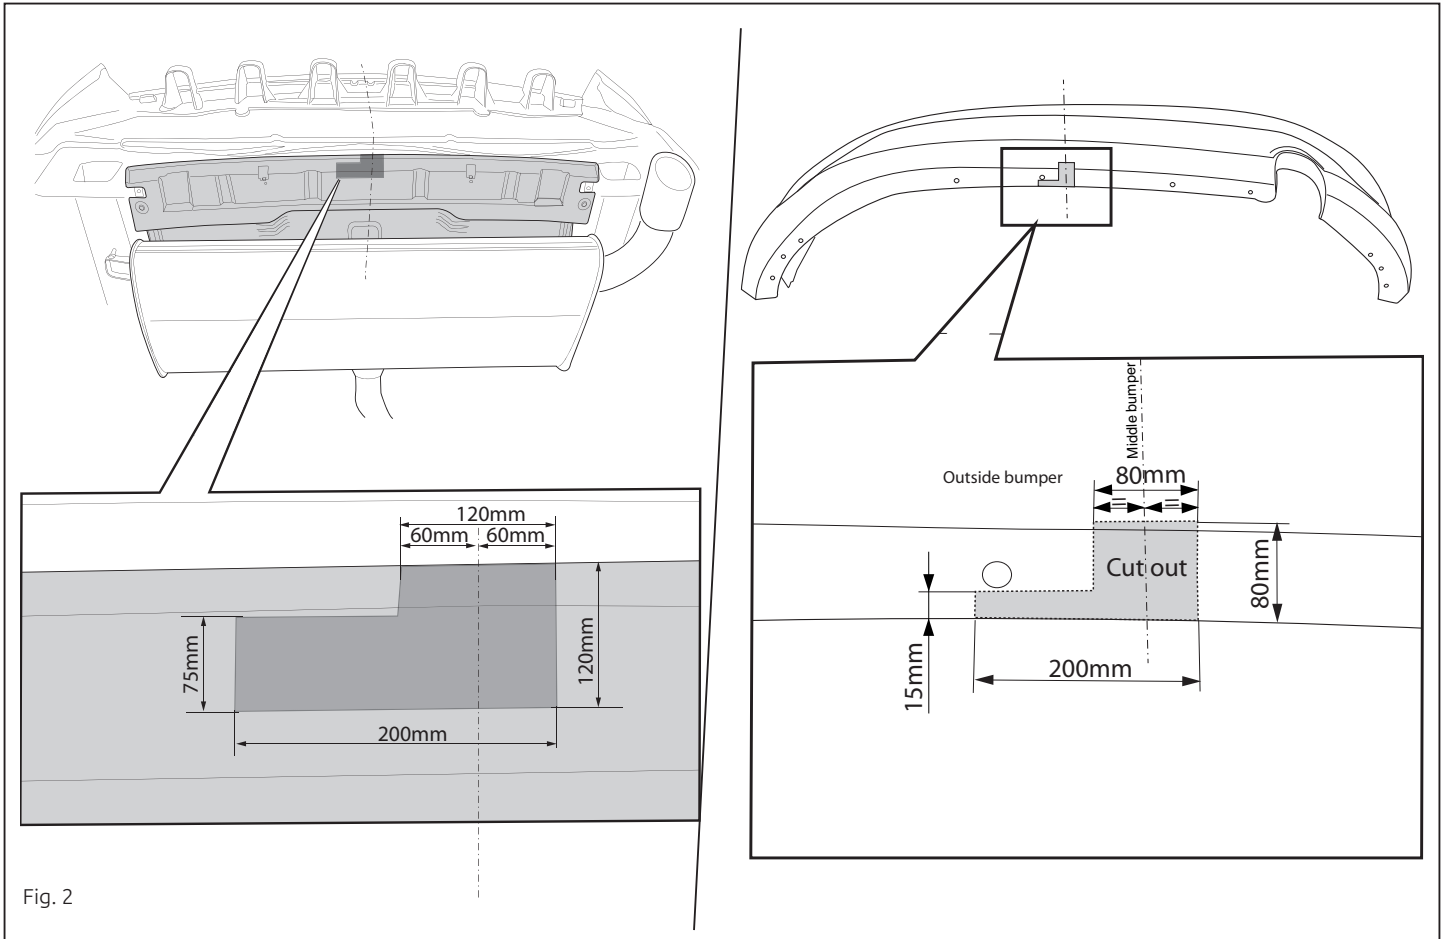

Fig. 2
5. Отпилить обозначенные части, как указано на рис. 2.